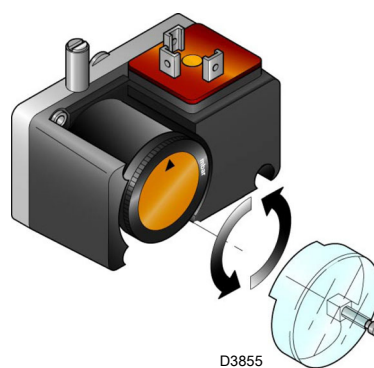

图 30
- ▶ 调节最小燃气压力开关 (图 30) 至量程的起始位置。
根据随附的说明书调节燃气泄露检测装置 (PVP 组件) (图 30) 的压力开关。